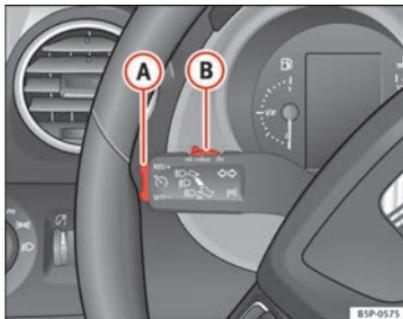

Abb. 155 Blinker- und Fernlichthebel: Schalter und Wippe für die Geschwindigkeitsregelanlage
- Drücken Sie den unteren Teil der Wippe **SET/-** → Abb. 155 **A** einmal kurz, wenn die zu speichernde Geschwindigkeit erreicht worden ist.
- Drücken Sie den oberen Teil der Wippe **RES/+** → Abb. 155 **A**, um die Geschwindigkeit zu erhöhen. Solange Sie die Wippe ge-
- Drücken Sie den unteren Teil der Wippe **SET/-** → Abb. 155 **A**, um die Geschwindigkeit zu verringern. Solange Sie die Wippe gedrückt halten, verringert das Fahrzeug durch automatische Gaswegnahme die Geschwindigkeit. Sobald Sie die Wippe loslassen, wird die neue Geschwindigkeit gespeichert.
Wenn Sie die gespeicherte Geschwindigkeit durch Treten des Bremspedals verringern, wird die Geschwindigkeitsregelanlage deaktiviert. Sie können durch einmaliges Drücken des oberen Teils der Wippe **RES/+** → Abb. 155 **A** die Regelung wieder aufnehmen. ■